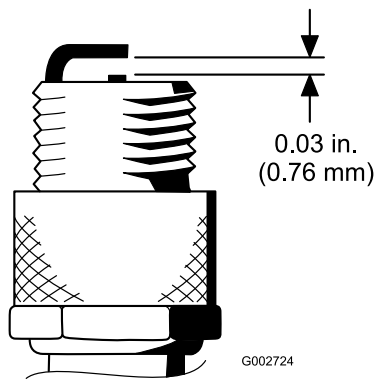

Bild 44
4. Stellen Sie den Abstand zwischen der mittleren und seitlichen Elektrode auf 0,76 mm ein (Bild 44).